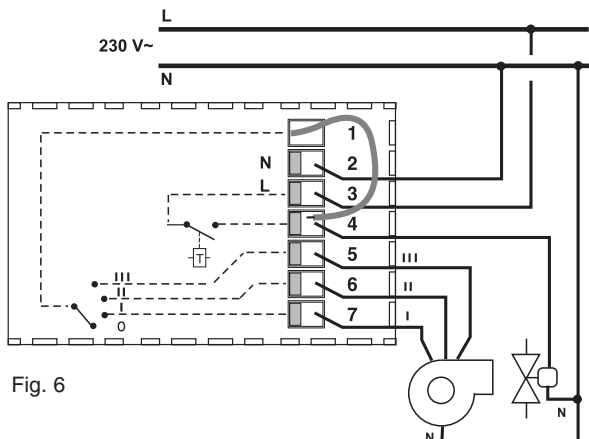

Fig. 6
a) - Ventilazione termostata (fig. 6)